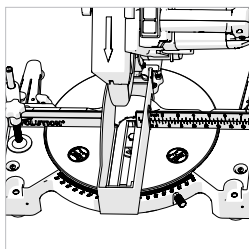

Fig. 16
- Vergewissern Sie sich, dass der Drehtisch auf einen Gehrungswinkel von 0° und der Schneidkopf auf einen Neigungswinkel von 0° eingestellt ist. Positionieren Sie den zusätzlichen unteren Sägeblattschutz auf dem Drehtisch über den Einsatz so, dass er den Parallelanschlag überspannt (**Abb. 16**)